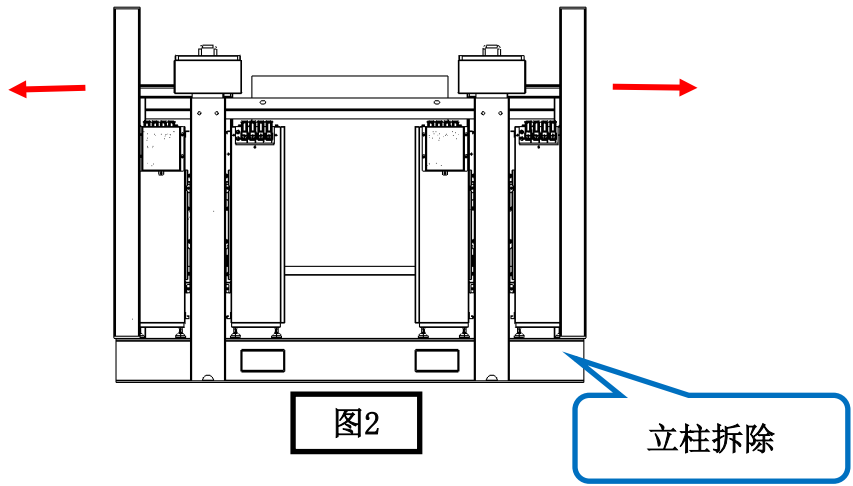

图2
2、叉车叉遮阳顶棚上的叉车方管，然后把遮阳棚升起。如图2所示；
- 3、立柱拆除：将立柱由托盘上取下如图2所示；